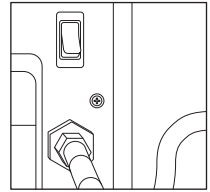

Fig. 3
- Branchez le tuyau d'air fournie à la sortie d'air fileté sur le panneau arrière. (Fig. 3)